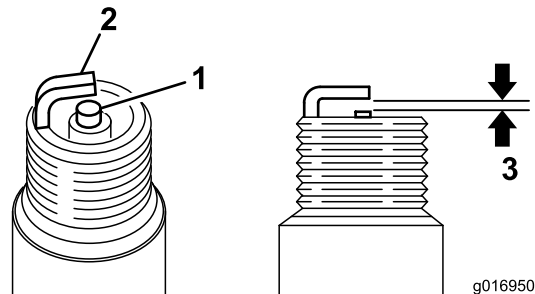

Figura 39
3. Impostate la distanza fra gli elettrodi a 0,6–0,7 mm, come illustrato nella (Figura 39). Montate la candela con l'esatta distanza tra gli elettrodi e serratela saldamente a 23 N·m.